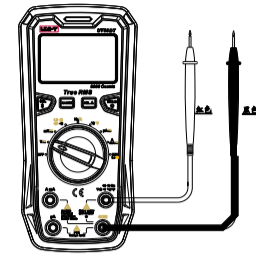

图2
1. 直流电压与交流电压测量(见图2)
2. 电路通断测量(见图2)
3. 电阻测量（如图2）：
4. 二极管测量(见图2)
5. 电容测量（见图2）
6. 频率测量(见图2)
7. 占空比测量(见图2)